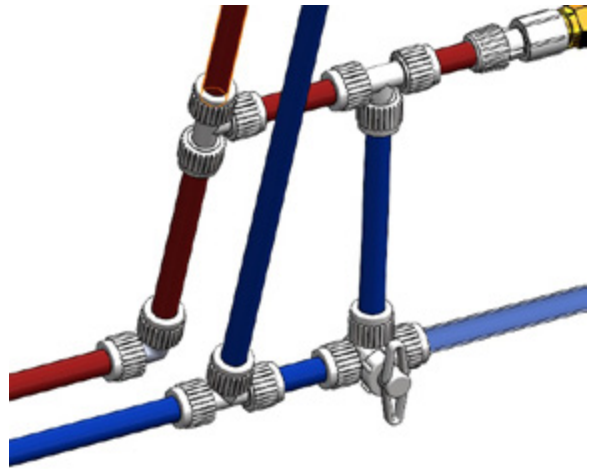

Figure 1 Valve en position de dérivation
- Entrez dans le campeur et retirez la trappe de service sur le devant du réfrigérateur. Tournez la poignée de la vanne de dérivation (Fig.1) de manière à l'aligner avec le tube Pex vertical. Cela met le système en mode d'hivernage et contourne le Truma Combi. Consultez l'autocollant dans la zone de la vanne pour référence.